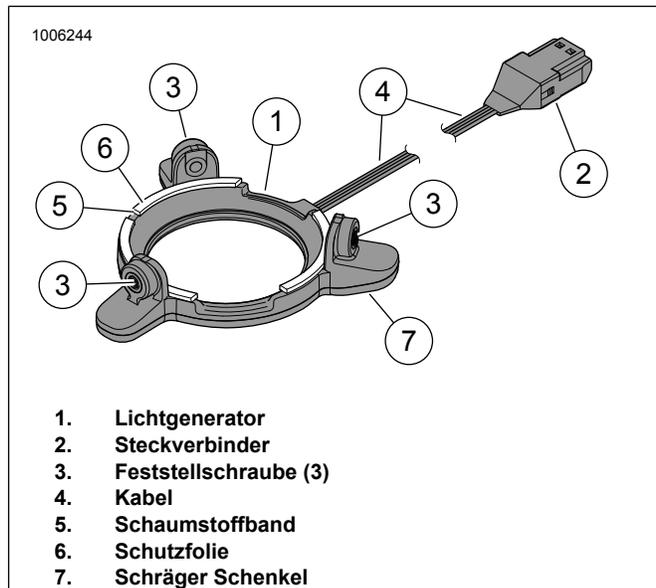

Abbildung 4. LED-Licht, Stage II-Lautsprecher für Satteltaschen
9. Siehe Abbildung 4. Die Schutzfolie (6) vom Schaumstoffklebeband (5) auf der Rückseite des Lichtgenerators (1) abziehen.